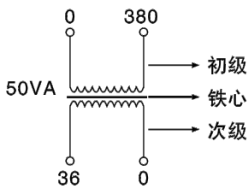
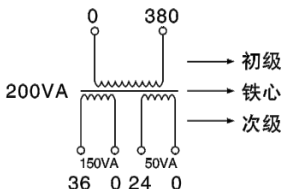
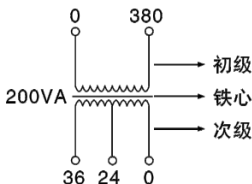
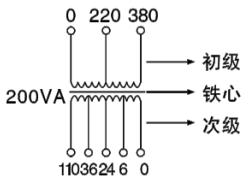

图1 单独绕组
图2 分立绕组
图3 混合绕组
图4 连续式中间带抽头绕组
3.2.3 本系列变压器的线圈，当初次级只有一个绕组时，可担负全部额定的容量；若有多绕组时，则按各绕组应能承担负载的容量分配；但各绕组的容量之和不得超过总容量，见图1、图2、图3、图4。
3.2.4.1 例如图1，JMB-50型容量50VA，输入电压380V，输出电压36V。因为初、次级只有一个绕组，所以它可以担负全部容量50VA。
3.2.4.2 例如图2，JMB-200型，容量200VA，输入电压380V，输出电压36V、150VA和24V、50VA。因为图中初级只有一个绕组，所以它所承担的容量是额定容量200VA，次级有两个分开的单独绕组，而且各绕组容量已标明，所以它们各自承担容量，但总量之和200VA。
3.2.4.3 例如图3，JMB-200型，容量200VA，输入电压380V，输出电压36V、24V。因为图中初级只有一个绕组，所以它所承担的容量是额定容量200VA，次级中间有中间抽头，所以次级的最高电压36伏单独使用时，才能带200VA的负载。24V则不能带200VA的负载，只能带133VA的负载。因为次级总电流  $I_2 = \frac{P_e}{U_2} = \frac{200VA}{36V} = 5.55A$ ，所以单独使用24V时的容量 =  $24V \times 5.55A = 133VA$ 。如果36V、24V同时使用时，其电流之和不能大于5.55A。总之，无论输出电压是单独使用或两组同时使用，其负载电流之和不能超过变压器的额定电流。
3.2.4.4 例如图4，JMB-200型，容量200VA，输入电压380V、220V，输出电压110V、36V、24V、6V。从图4中我们看出：初、次级绕组中都有中间抽头。初级的最大使用电流  $I_1 = \frac{P_e}{U_1} = \frac{200VA}{380V} = 0.526A$ ，所以无论使用220V或是380V时，其电流不能超过0.526A；即使用380V时，该变压器的容量是200VA，使用220V时，该变压器的最大容量是： $\frac{200VA}{380V} \times 220V = 116VA$ ，所以这时200VA的变压器则成了116VA的变压器了；同时次级容量也随之减小到116VA，次级的最大使用电流取决于初级的使用情况，如果初级接380V的电压上，此时的变压器应是200VA，所以次级电流应为  $I_2 = \frac{P_e}{U_2} = \frac{200VA}{110V} = 1.8A$ 。
6.1 购买前，先估算好您所使用的电器总容量，参考图1-图4的结构，选用留有一定容量的变压器，确保瞬时启动时不烧坏变压器。
7.1 变压器的型号、规格、容量、初、次级电压及次级电压的容量分配或参考图1 - 图4的举例来选择适合您自己的产品。